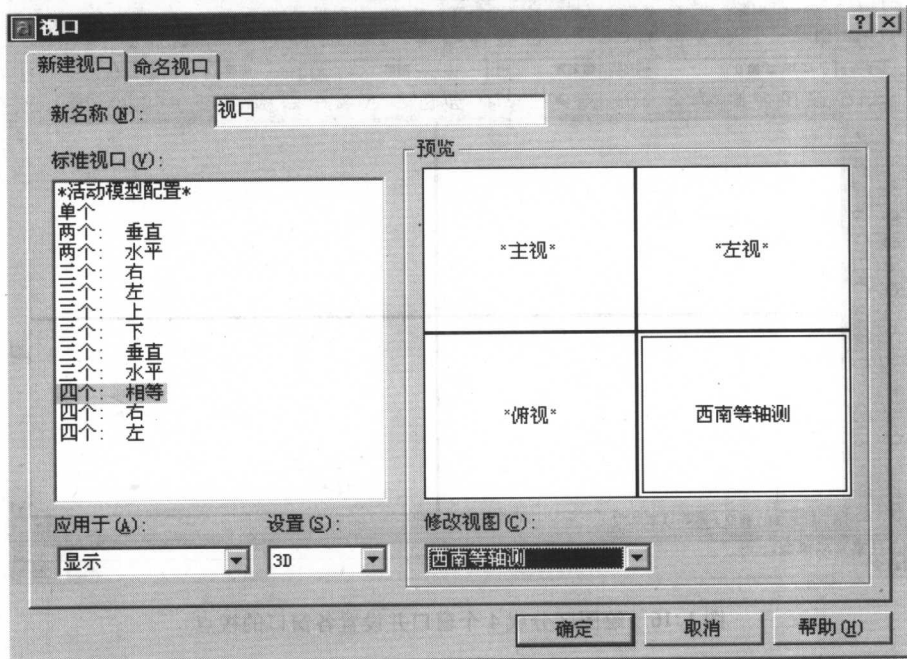
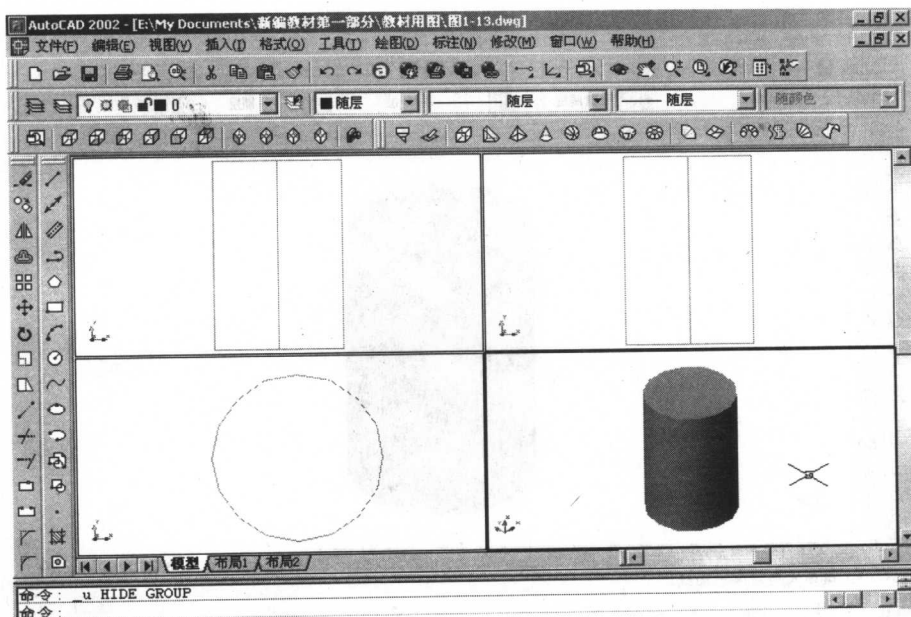

图 1.14 “视口”对话框
图 1.15 从 4 个不同视点观察圆柱体
②设置 4 个视口。输入视口 (VPORTS) 命令,打开“视口”对话框,如图 1.14 所示。在“新名称”后的编辑框中输入一视口名,在“设置”下拉框中选择“3D”,然后在“标准视口”中选择“四个:相等”。在预览框中激活左上视口,最后在“修改视图”下拉框中选择“主视”,依此类推,分别将其余视口设置为“左视”、“俯视”和“西南等轴测”。单击【确定】按钮,绘图区域如图 1.15 所示。